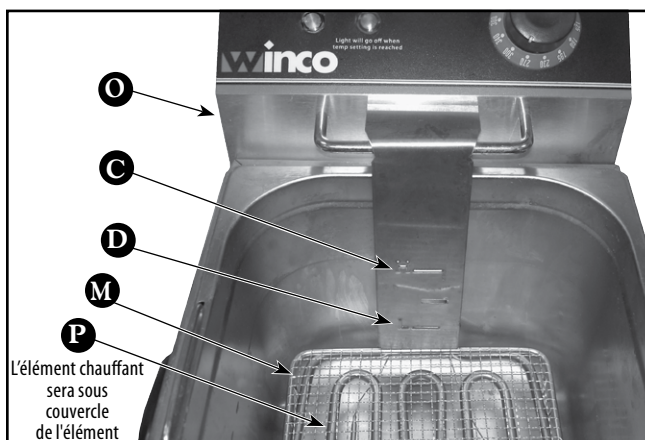

Figure 3. Indicateur du niveau d'huile à l'intérieur du puits
- C HAUT NIVEAU D'HUILE** (Figure 3) C'est le repère de niveau maximum pour le puits. Ne pas remplir avec l'huile au-dessus de cette marque car il peut causer le débordement de l'huile après que le panier est rempli par les aliments.
- D BAS NIVEAU D'HUILE** (Figure 3) C'est le repère de niveau minimum pour le bien. Ne faites pas fonctionner avec l'huile en dessous de ce niveau, sinon l'huile peut être surchauffée et provoquer un incendie.
- M COUVERT D'ÉLÉMENT EN TREILLIS MÉTALLIQUE** (Figure 3/4)
- O TETE D'ALIMENTATION ELECTRIQUE** (Figures 3/6/7)
- P TETE D'ALIMENTATION ELECTRIQUE** (Figures 3/7)